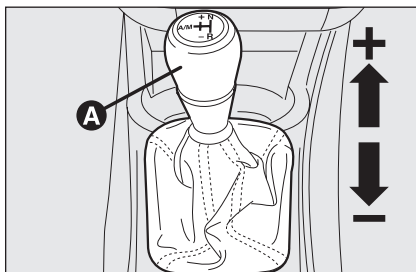
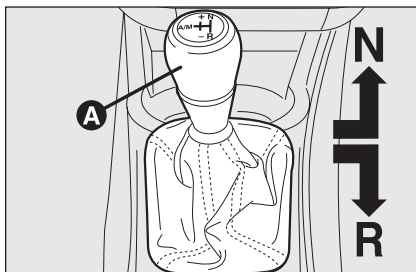
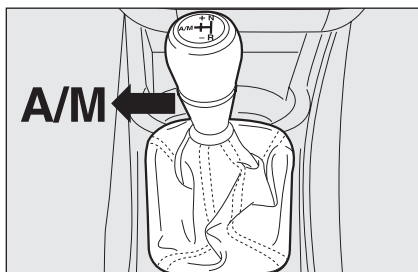

рис. 1
рис. 2
рис. 3
Данная коробка передач сочетает в себе обычную механическую коробку переключения передач и рычаг селектора **A** (рис. 1), который взаимодействуя с электронным гидравлическим устройством управления, позволяет в автоматическом режиме управлять работой сцепления и переключать передачи.
- ☐ Отклоните рычаг селектора в сторону значка (+) (от себя, **рис. 1**) для включения 1-й передачи. Если при запуске двигателя рычаг селектора находится в положении **N** или **R**, для включения первой передачи достаточно перевести его в центральное положение. Для включения передачи заднего хода переведите рычаг в положение **R** (**рис. 2**).
- ☐ Во время движения отклоняйте рычаг селектора в сторону значка (+) (от себя, **рис. 1**) для переключения на более высокую передачу или в сторону значка (-) (на себя, **рис. 1**) для переключения на более низкую передачу.
- ☐ Отклоните рычаг селектора в сторону надписи **A/M** (рис. 3) для включения автоматического режима или установите рычаг в положение **R** (рис. 2) для включения передачи заднего хода.
Рычаг селектора **A** (рис. 1), расположенный на центральной консоли, имеет три фиксированных и три нефиксированных положения.
Три фиксированных положения - это нейтраль (**N**, рис. 2), задний ход (**R**, рис. 2) и центральное положение между нефиксированными положениями (**+**) - запрос более высокой передачи и (**-**) - запрос более низкой передачи, рис. 1.
- ☐ чтобы включить более высокую передачу, отклоните рычаг селектора в сторону значка (+) (**рис. 1**);
- ☐ чтобы включить более низкую передачу, наклоните рычаг селектора в сторону значка (-) (**рис. 1**).
Для включения/выключения автоматического режима (**AUTO**), отклоните рычаг селектора в положение **А/М** (**рис. 3**): активация автоматического режима сопровождается отображением надписи **AUTO** и номера включенной передачи на дисплее (**рис. 5**).
- ☐ если рычаг уже находится в центральном положении, отклоните его в сторону значка (+), **рис. 1**;
- ☐ если рычаг селектора находится в положении (**N**) или (**R**), переведите рычаг в центральное положение, затем отклоните в положение (+) (**рис. 1**);
- ☐ если рычаг уже находится в центральном положении, отклоните его в положение (+) (рис. 1) дважды;
- ☐ установите рычаг селектора в положение (**R**) (**рис. 2**);